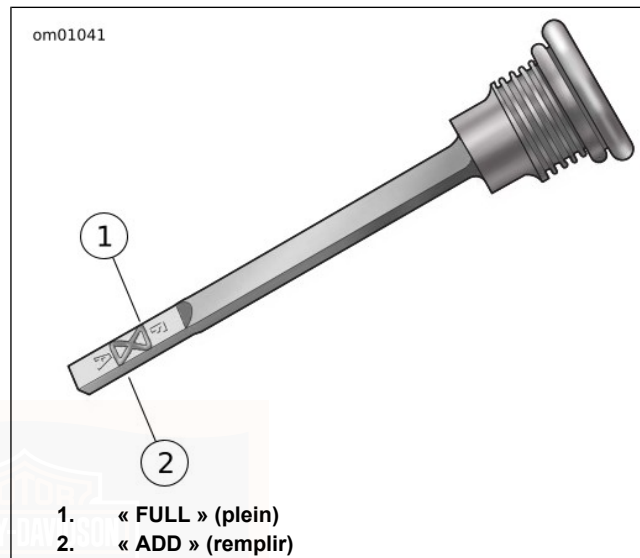

Figure 39. Niveau de lubrifiant sur le bouchon de remplissage/jauge de la transmission
3. Voir Figure 39. Essuyer le bouchon de remplissage/jauge puis le remettre en place dans le trou de remplissage. Ne pas visser. (La jauge d'huile doit reposer sur les filets du carter.)
8. Voir Figure 39. Laisser le véhicule atteindre sa température de fonctionnement. Ajouter de l'huile pour atteindre le repère de niveau plein (1) sur la jauge.